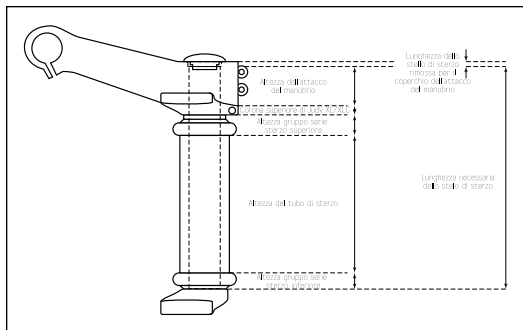

Fig. 2
3. Può essere necessario tagliare il canotto di sterzo per adattarlo alla lunghezza appropriata. Per tagliare il canotto di sterzo, è necessario togliere i tubi superiori. Questa operazione è necessaria, poiché in caso contrario i tubi superiori saranno di ostacolo al momento di tagliare il canotto di sterzo nella lunghezza corretta. La lunghezza del canotto di sterzo è determinata dai seguenti componenti: lunghezza di bloccaggio del canotto di sterzo con la piastra superiore della Judy XL, lunghezza di bloccaggio del canotto sterzo con l'attacco manubrio, lunghezza del tubo di sterzo del telaio e altezza della serie sterzo superiore e inferiore (vedere Fig. 2). Per facilitare l'assemblaggio, non installare la piastra superiore della Judy XL sui tubi superiori finché il canotto di sterzo non sia stato tagliato alla lunghezza corretta e la piastra inferiore non sia stata bloccata nella posizione necessaria. **CONSIGLIO: MISURARE DUE VOLTE E TAGLIARE UNA VOLTA SOLA!**